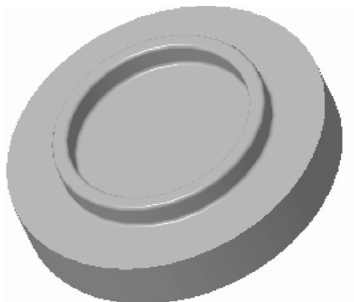

图 5-66 打开模型文件
STEP 01 单击快速访问工具栏中的“打开”按钮, 打开模型文件, 如图 5-66 所示。